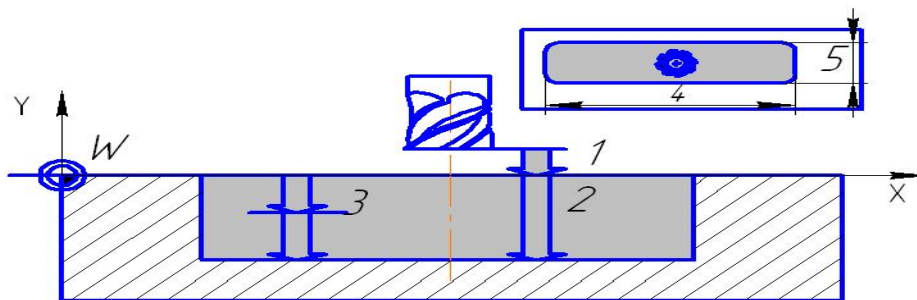

Рис. 4.48. Схема кармана, обрабатываемого с использованием цикла 4
1. Инструмент врезается в положении старта (центр кармана) в обрабатываемую заготовку и перемещается на глубину подвода (рис. 4.48).